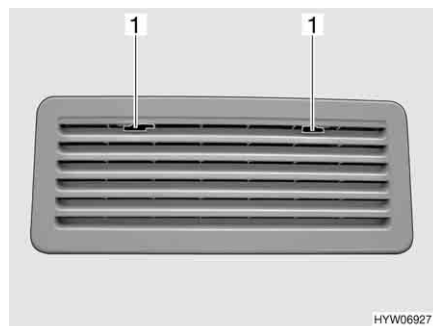

Fig. 176 Rejilla de ventilación del frigorífico (Thetford)
- Deslizar el bloqueo (Fig. 176,1) hacia el centro.